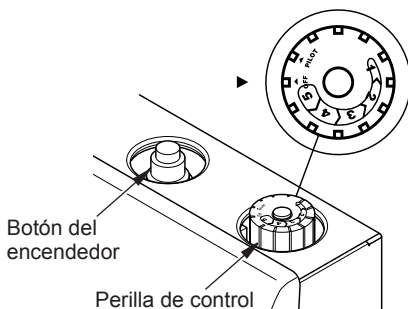

Figura 22 - Perilla de control en la posición OFF (apagado)
4. Espere cinco (5) minutos a que se disipe el gas. Luego acérquese para ver si percibe olor a gas, incluso cerca del suelo. Si percibe olor a gas, ¡DETÉNGASE! Siga el punto "B" en la información de seguridad. Si no percibe olor a gas, continúe con el siguiente paso.
5. Gire la perilla de control en sentido contrario de las manecillas del reloj  hasta la posición PILOT (piloto). Presione la perilla de control durante cinco (5) segundos (consulte la Figura 22).